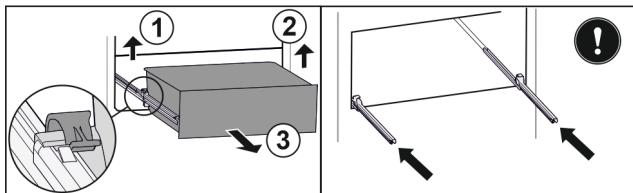

Fig. 84
- Підняти лівий затискач і одночасно висувний ящик ліворуч потягнути вперед. Fig. 84 (1)
- Підняти правий затискач і одночасно висувний ящик праворуч потягнути вперед. Fig. 84 (2)
- Вийняти висувний ящик рухом вперед. Fig. 84 (3)